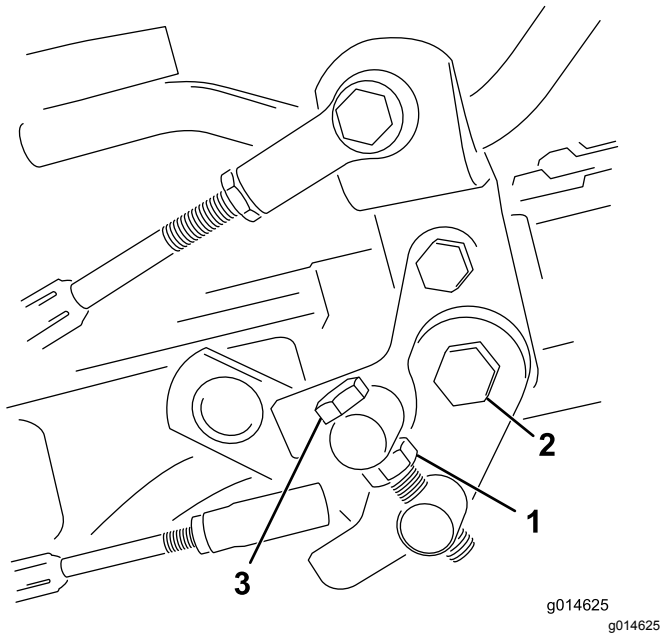

Bild 55
1. Lösen Sie die Klemmmutter an der Drehzapfenkopfschraube (Bild 55).
4. Ziehen Sie die Klemmmutter an der Drehzapfenkopfschraube und die Mutter am Pedalgelenk fest, um die Einstellung zu arretieren (Bild 55). Prüfen Sie die Einstellung und nehmen Sie ggf. eine weitere Einstellung vor.